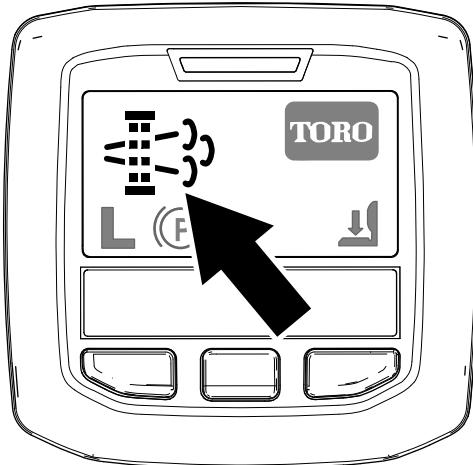

図 29
- インフォセンターに、駐車再生要求アイコンが表示されます 図 29。